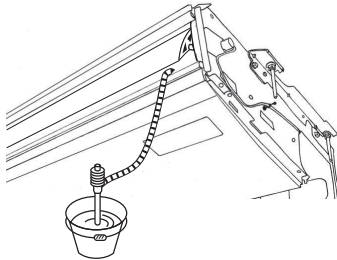

Fig. 5-3
1. ติดตัวเชื่อมต่อ ⑤ ที่จัดมาให้เข้ากับช่องระบายน้ำของตัวเครื่องให้แน่นโดยใช้กาวไวนิล
2. ยึดฝาครอบข้อต่อ ⑥ ที่จัดมาให้เข้ากับตัวเชื่อมต่อ ⑤
3. ติดท่อระบายน้ำ (VP-20) เข้ากับตัวเชื่อมต่อ ⑤ ด้วยกาวไวนิล
4. ฝาครอบท่อระบายน้ำ ⑦ ที่จัดมาให้ (พันตามรอยต่อ)
- Ⓒ ฝาครอบข้อต่อ ⑥
- Ⓓ ตัวเชื่อมต่อ ⑤
- Ⓔ ฝาครอบท่อระบายน้ำ ⑦
5. ตรวจสอบการระบายน้ำให้ถูกต้อง (Fig. 5-3)